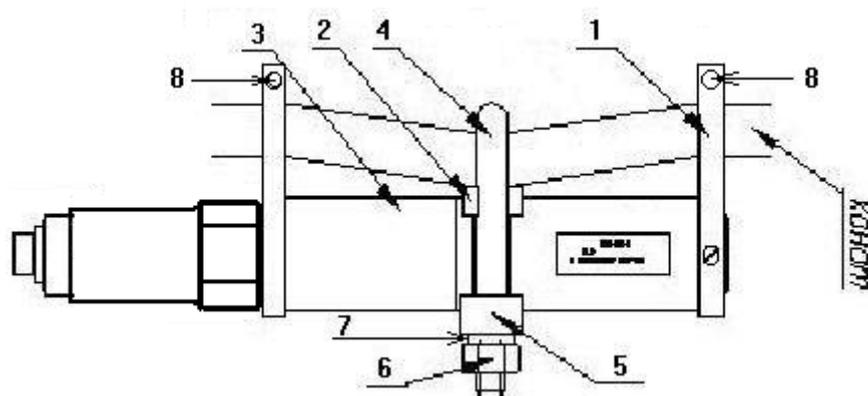

Рис. 1. Внешний вид датчика силы ИВЭ-50-2.4  $R_{ном}=2$  тс ( $R_{ном}=10$ тс,  $R_{ном}=20$  тс).
4.1. Датчик ИВЭ-50-2.4 РНОМ=2тс (РНОМ=10тс, РНОМ=20тс) показан на рис. 1. Датчик монтируется на неподвижном конце талевого каната таким образом, что последний оказывается изогнут между крайними неподвижными упорами 1 и средним упором 2. Средний упор 2 жестко закреплен на упругом элементе 3. На канате датчик фиксируется скобой 4, которая зажимается двумя гайками 6 через планку 5.
10.1. Для установки датчика на канате, связывающем шток пневмо- или гидрораскрепителя с рычагом ключа, снимите страховочные болты 8 (рис. 1). Затем уложите канат в выемки упоров 1 и 2, установите скобу 4, планку 5 и затяните гайки 6 до момента касания каната среднего упора 2 плюс 1-2 оборота ( $27,5 \pm 2,5$  Н·м). Установите страховочные болты 8.